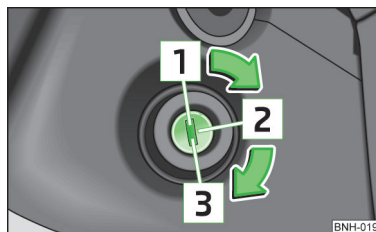

Abb. 89
- Während der Fahrt mit stehendem Motor muss der Zündschlüssel immer in der Stellung **Z** » **Abb. 89** auf Seite 95 (Zündung eingeschaltet) sein. Diese Stellung wird durch das Aufleuchten von Kontrollleuchten angezeigt. Wenn das nicht der Fall ist, könnte es unerwartet zur Verriegelung der Lenkung kommen - es besteht Unfallgefahr!
- Der Anlasser darf nur dann betätigt werden, wenn der Motor und das Fahrzeug steht. Wird der Anlasser bei laufendem Motor betätigt **[3]** » **Abb. 89** auf Seite 95, kann der Anlasser bzw. der Motor beschädigt werden.
**Benzinmotoren** » Abb. 89
**Dieselmotoren** » Abb. 89
Wenn die **Lenkung gesperrt ist** und der Schlüssel sich nicht oder nur schwer in die Position **2** » Abb. 89 drehen lässt, dann ist das Lenkrad etwas hin und her zu bewegen - die Lenkungsverriegelung wird dadurch entriegelt.
- Die Zündung einschalten **[2]** » Abb. 89 auf Seite 95.
» Abb. 89 auf Seite 95.